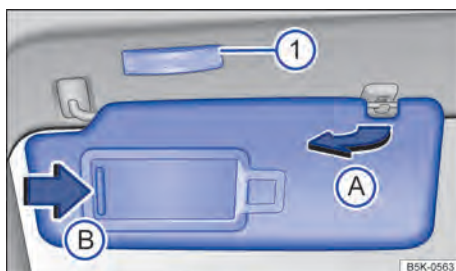

Fig. 77 Parasol.
- Retirar el parasol cuidadosamente del bloque soporte sujetando a base de sujeción y girar en la dirección de las puertas → fig. 77 **A**.
En el parasol plegado hacia abajo se encuentra un espejo de cortesía atrás de una cubierta. Al abrir la cubierta → fig. 77 **B** se enciende la luz **1**.